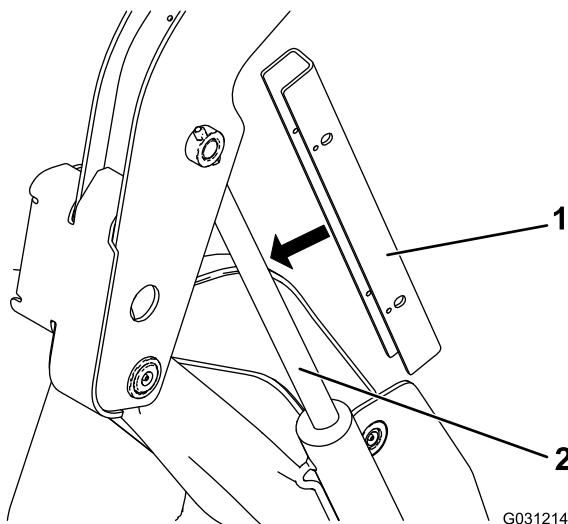

Рисунок 35
- Поместите замки на шток гидроцилиндра подъема (Рисунок 35).